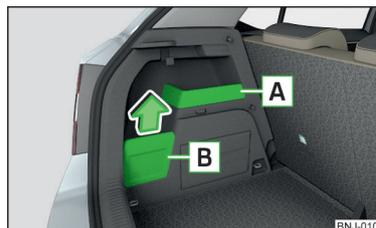

Fig. 99
- Le bagage pendu au crochet doit être placé si possible dans le vide-poches **B** » fig. 99 à la page 89, autrement cela pourrait endommager le cache du vide-poches.
- Si le bagage pendu au crochet pèse plus de 2,5 kg, il est alors conseillé de retirer le cache du vide-poches **B** » fig. 99 à la page 89, autrement cela pourrait endommager le cache du vide-poches.
Vide-poches » fig. 99
➤ Retirez le cache du vide-poches **1** dans le sens de la flèche » fig. 99.
Le vide-poches amovible **A** » fig. 99 est adapté pour déposer des petits objets pesant jusqu'à 1,5 kg.